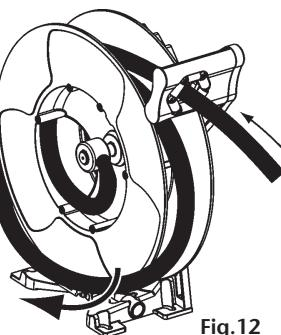

Fig.12
- Unwind one turn and pull the hose (fig. 12).
- Quite una vuelta de manguera del interior del disco del enrollador (fig. 12).
- Détendre un tour de flexible et le retirer du tambour (fig. 12).